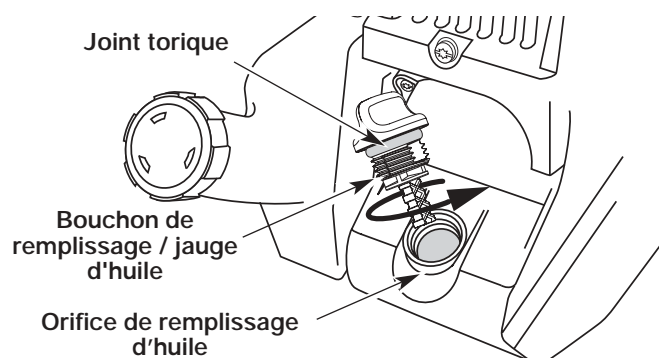

Fig. 17
6. Si le niveau est trop bas, ajoutez un peu d'huile par l'orifice et revérifiez (Fig. 17). Continuez jusqu'à ce que le niveau d'huile atteigne le haut de la jauge.
REMARQUE: Assurez-vous que le joint torique est mis sur le bouchon de remplissage / jauge d'huile au moment de la vérification et du changement d'huile (Fig. 17).